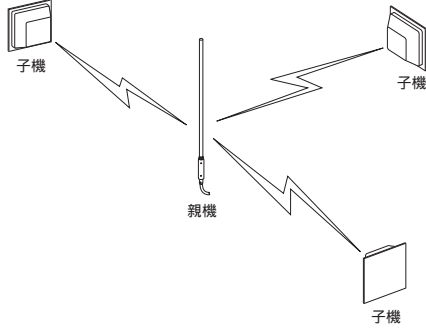

図 21 子機が複数の場合
- 図 21 のように、グループに複数の子機が存在し、四方に分散している場合、親機 (基地局) は水平方向の指向性を持たないスリーブアンテナを使用してください。